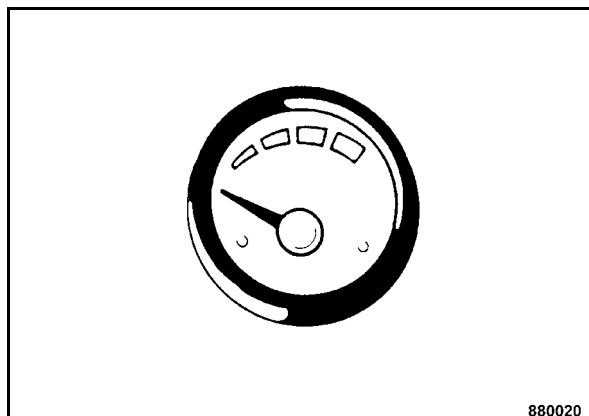

Fig. 60
- Controllare se il serbatoio dell'acqua è riempito (Fig. 60).